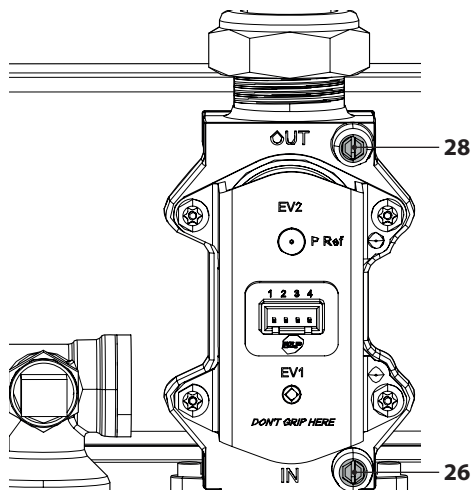

Figura 7.1
- A caldaia spenta (fuori servizio), controllare la pressione di alimentazione utilizzando la presa 26 in Figura 7.1 e confrontare il valore letto con quelli riportati nella tabella Pressioni di alimentazione gas nella sezione "Dati tecnici M300V.2025 SM" a pag. 26, "Dati tecnici M300V.2530 SM" pag. 30 e "Dati tecnici M300V.3035 SM" pag. 34.
- Richiudere bene la presa di pressione 26 in Figura 7.1.